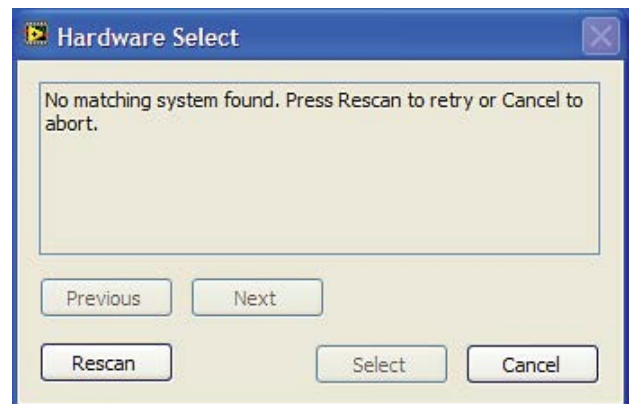

图19. 连接错误提示
2. 软件启动后，如果AD7176-2评估系统未通过EVAL-SDP-CB1Z连接到USB端口，则会显示连接错误（参见图19）。将评估板连接到PC的USB端口，等待几秒钟，单击“重新扫描”，然后按照屏幕说明操作。